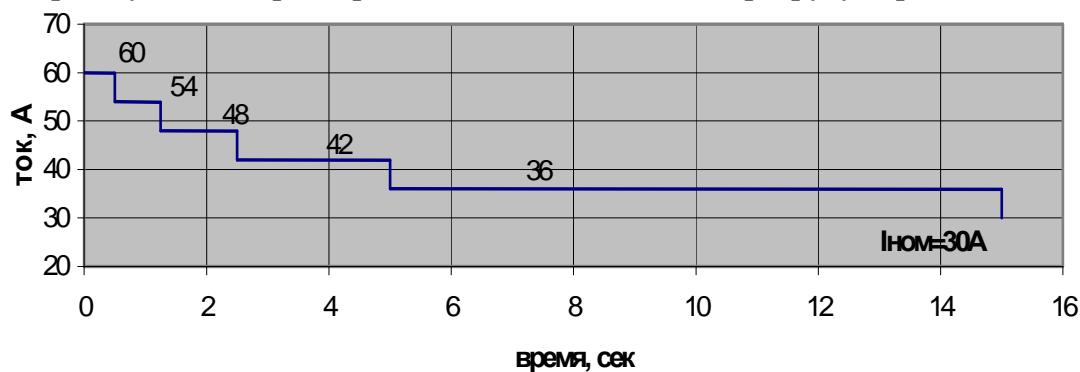

Рис. 7
На рис. 7 показана ампер - секундная характеристика недогруза для заводских уставок, где  **$I_{раб}=20,2$  А;  $85\% I_{раб} = 17,2$  А;  $I_{xx}=13$  А**; “Задержка отключения по недогрузу” соответствует 50 с. Из графика недогруза видно, что если во время работы электродвигателя текущее значение среднего рабочего тока упадет ниже 17,2 А, то электродвигатель будет отключен через 50 с, если упадет ниже 16,3 А- через 42 с и т.д.
При этом, первое значение характеристики (“Уставка перегруза” (ЗП:16)), от которого начинается отключение, устанавливается равным **Iном**, последнее – двукратное превышение при нулевой задержке отключения, например, для  $I_{ном}=30\text{А}$  последняя точка характеристики будет равна 60А (см. рис. 7).
5.3.6.2. Введите время отключения с помощью параметра “Задержка отключения по перегрузу” (ЗП:18) (на графике рис. 7 оно равно 15 с). Из графика видно, что если во время работы электродвигателя текущее значение среднего рабочего тока будет больше 30 А, то электродвигатель будет отключен через 15 с, если больше 36 А – через 5 с, и т.д.